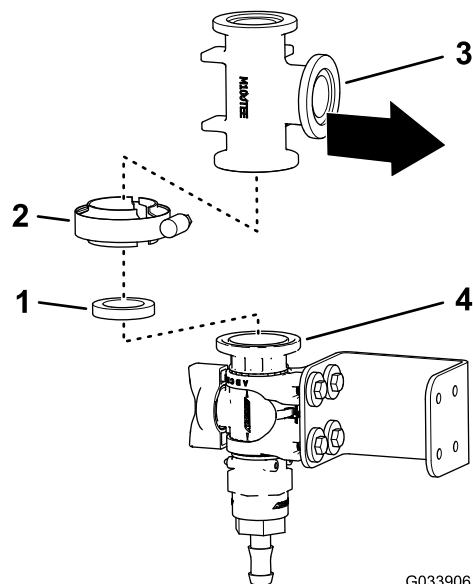

Bild 29
- Fluchten Sie den Flansch des T-Anschlussstücks mit dem Flansch des Regelventils aus, wie in **Bild 29** abgebildet.
- Befestigen Sie das T-Anschlussstück mit einer Dichtung und Flanschklemme lose am Regelventil (**Bild 29**).
4. Ziehen Sie die Flanschklammer, mit der das Regelventil und das T-Anschlussstück (**Bild 29**) befestigt ist, und die Flanschklammer, mit der das T-Anschlussstück am 90°-Anschlussstück